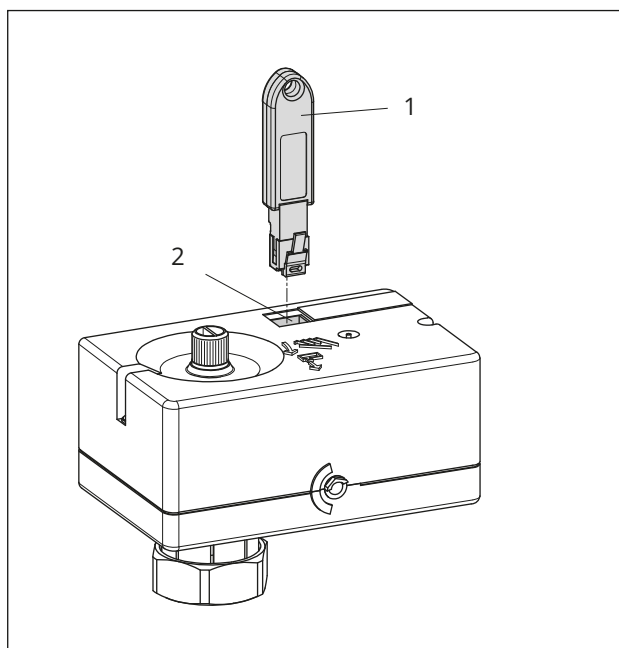

Fig. 15 : Connexion servomoteur - module mémoire
Le module mémoire est connecté au servomoteur comme illustré sur la Fig. 15. La procédure à suivre pour transmettre des données est décrite dans la notice d'utilisation du logiciel TROVIS-VIEW
1. Raccorder le module mémoire à la liaison série du servomoteur (voir Fig. 15). La LED jaune sur le servomoteur signale la préparation à l'enregistrement de données (voir chap. 8.4). Lorsque le clignotement de la LED jaune change, cela signifie que les données ont été enregistrées sur le module mémoire.